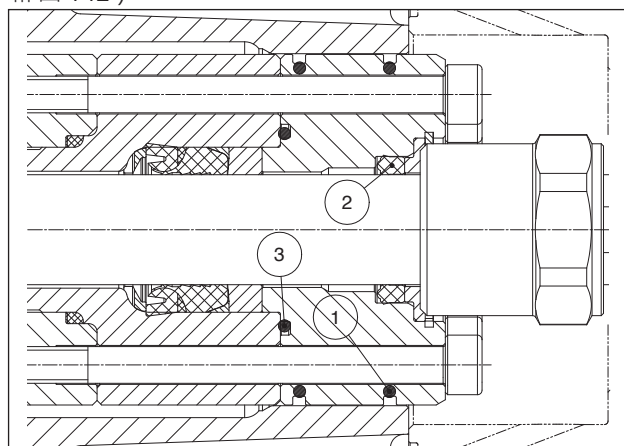
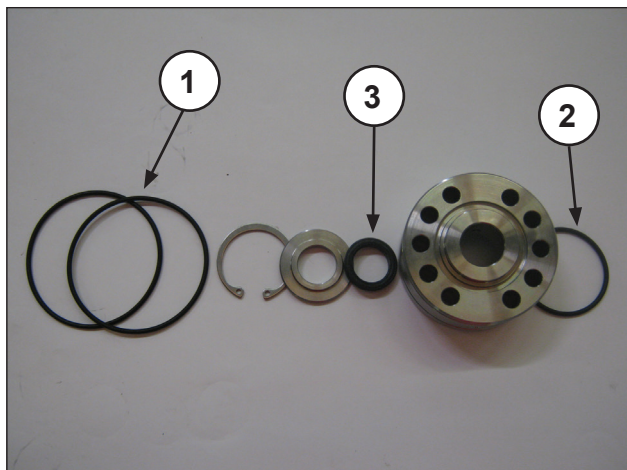

图 141
图 142
更换部件①、② 和 ③，重新组装密封件支撑组件（图 141 和图 142）。